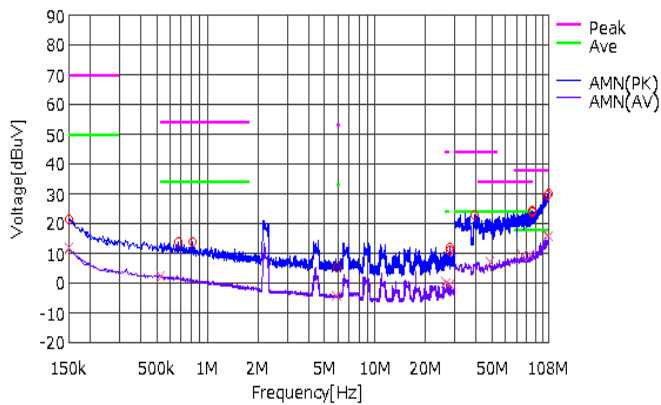

图 5. 传导噪声
4) 和传导噪声 (图 5) 均符合 CISPR25 Class5 标准。在 PCB 上还预先预备了用于增加噪声特性余量的输入滤波器安装图案, 因此还可以针对会对整个单元的改进工作具有重大影响的 EMC 问题采取增加输入滤波器的措施。